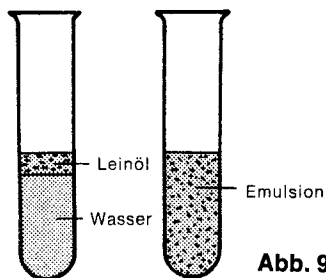

Abb. 95
*Durch das Umschütteln wird das Öl zunächst in beiden Gläsern verteilt, setzt sich aber im Reagenzglas mit Wasser bald deutlich an der Oberfläche ab, das Wasser darunter wird wieder klar. Die Probe, zu der noch Seifenlösung gegeben wurde, bleibt trübe (Abb. 95). Das Öl verteilt sich in feinste Tröpfchen, die in der Lösung schweben, weil sie von der Seife umschlossen werden.*